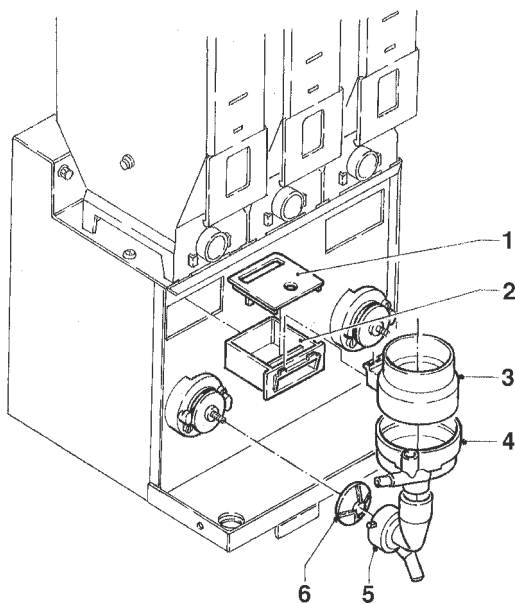

Рис. 19
- снимите воронки для порошка и воды, загрузчики, выдвигаемые емкости для хранения порошка и лопастные колеса миксеров с миксеров (см. Рис. 19);